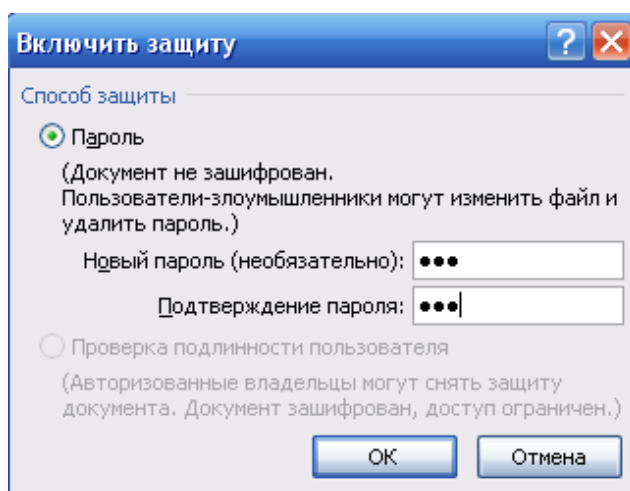

Рис. 19. Окно ВКЛЮЧИТЬ ЗАЩИТУ
- для назначения пароля введите пароль в строке НОВЫЙ ПАРОЛЬ (НЕОБЯЗАТЕЛЬНО), затем подтвердить его (см. рис. 19). Если пароль не используется, изменить ограничения редактирования может любой пользователь.